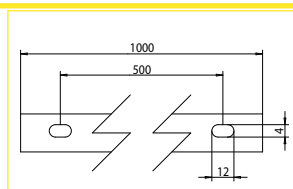
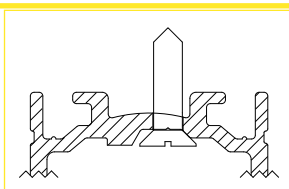
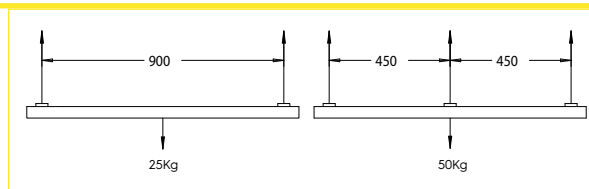
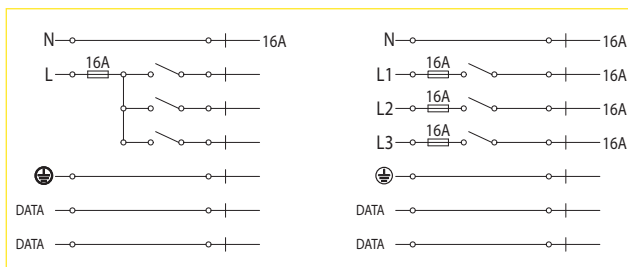

Abb. 1a Position der Schlitz
Abb. 1b Position die schraube
Abb. 2 Tragfähigkeit
Abb. 3 Schaltplan
Das A.A.G. Stucchi OneTrack® System ist ein gemischtes Dreiphasensystem mit zwei zusätzlichen Leitern für die Steuerung eines allgemeinen Datensignals (z.B. DALI, DMX, ION, EIB usw.). Das System ist zertifiziert nach DIN EN 60570 und darf nur von qualifiziertem Fachpersonal installiert werden. Es gibt vier Möglichkeiten, das System zu installieren: direkt unter der Decke oder an der Wand verwenden Sie die Öffnungsschlitz (Abb. 1a) bei Verwendung einer Senkschraube (Abb. 1b), unter der Decke oder an der Wand, verwenden Sie einen Deckenbügel (Art. S-9000/III) für das Abhängen der Stromschiene (siehe Katalogangaben) oder als Deckeneinbau, jedoch ohne die max. mechanische Tragfähigkeit (Abb. 2) zu überschreiten. Während des elektrischen Anschlusses ist der Schaltplan gem. Abb. 3 zu befolgen.
A.A.G. Stucchi ONETRACK® system is a 3 phase mixed system with two additional conductors intended to manage a general data signal (for example dali, dmx, lon, eib, etc.). The system is EN 60570 certified and its installation must be accomplished by highly qualified person. There are four possible installation systems: directly on ceiling or on wall, using the mounting holes (fig. 1a) on the track (use a countersink head screw, pic. 1b), on ceiling or on wall using a metal clip (code S-9000/III), hanging by the suspension (see the catalog) or recessed without exceeding the maximum loads (pic. 2). During the wiring the electrical the scheme of pic. 3 must be followed.